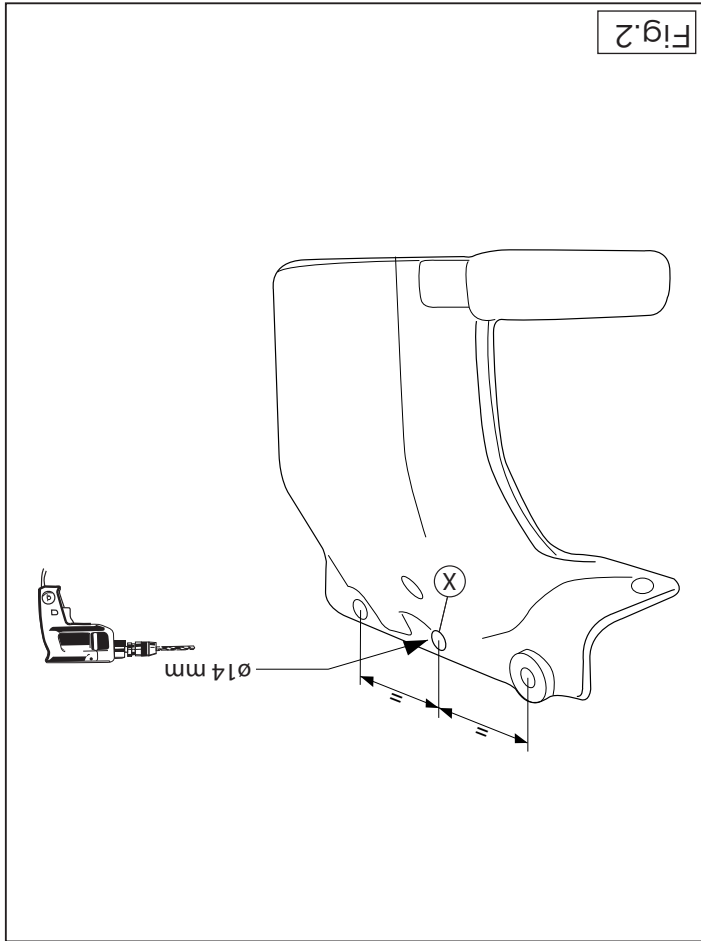

Fig. 2
4. Bohren Sie, wie in Abbildung 2 angegeben, ein 14 mm großes Loch an Punkt X.
4. Percez conformément à la figure 2 un trou de 14mm à l'emplacement du montage.
4. Bor ifølge fig. 2 et hul på 14mm ved punkt X.